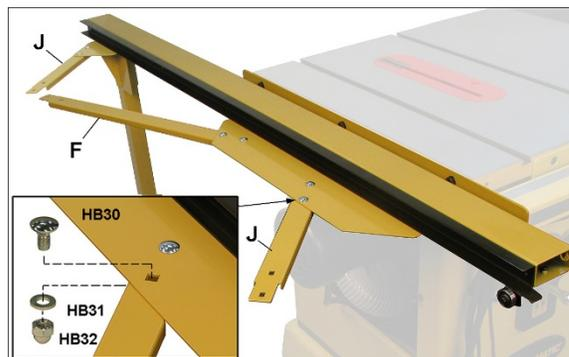

Рисунок 7-7
1. Установите две короткие соединительные штанги (J) и одну длинную (F) с помощью болтов, шайб и колпачковых гаек. См. рисунок 7-7. Затяните болты только руками.